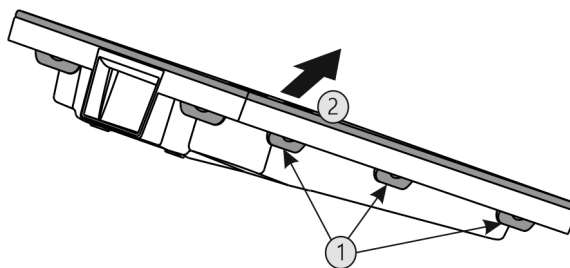

Fig. 40
- Premere una dopo l'altra tutte le linguette Fig. 40 (1) e rimuovere la copertura Fig. 40 (2).